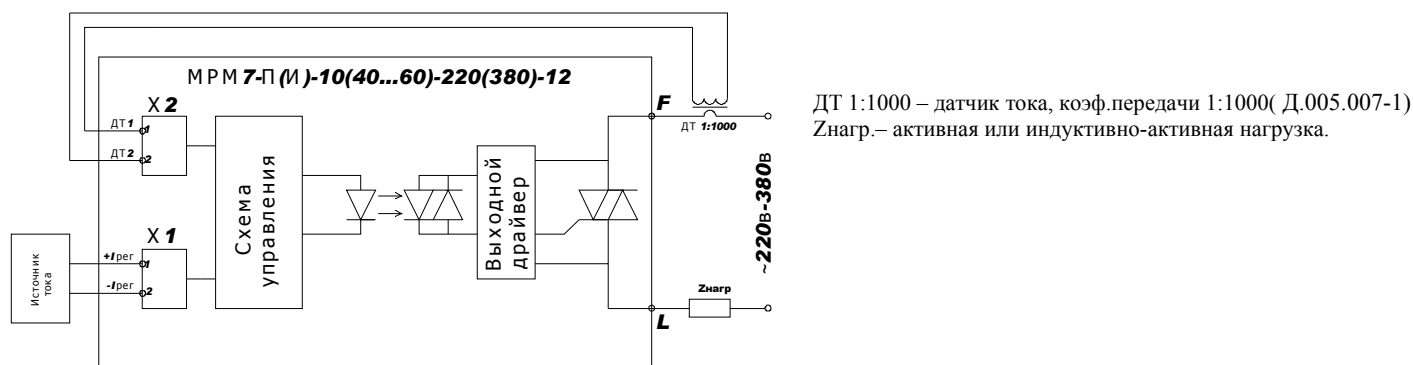

Рисунок 4. – для активной или индуктивно-активной нагрузки
Модуль изготавливается в пластмассовом корпусе на алюминиевой(медной) подложке, предназначенной для крепления к охладителю. В верхней части корпуса расположены клеммы для подключения сети переменного напряжения (F), нагрузки (L), клеммный блок X1 для подключения тока регулирования мощностью и питания модуля  $I=4\text{мА}\pm 20\text{мА}$ , согласно полярности (см. рис. 4 и табл. №3), индикатор HL1 «работа/останов», сигнализирующий о состоянии модуля (см. Табл. №2) и клеммный блок X2 для подключения датчика тока. (см. рис. 4)